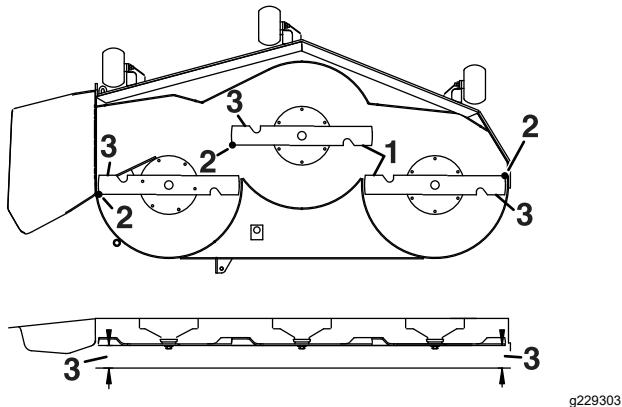

Bild 73
- Messen Sie den Abstand zwischen den äußeren Schnittkanten und der ebenen Oberfläche (Bild 73).